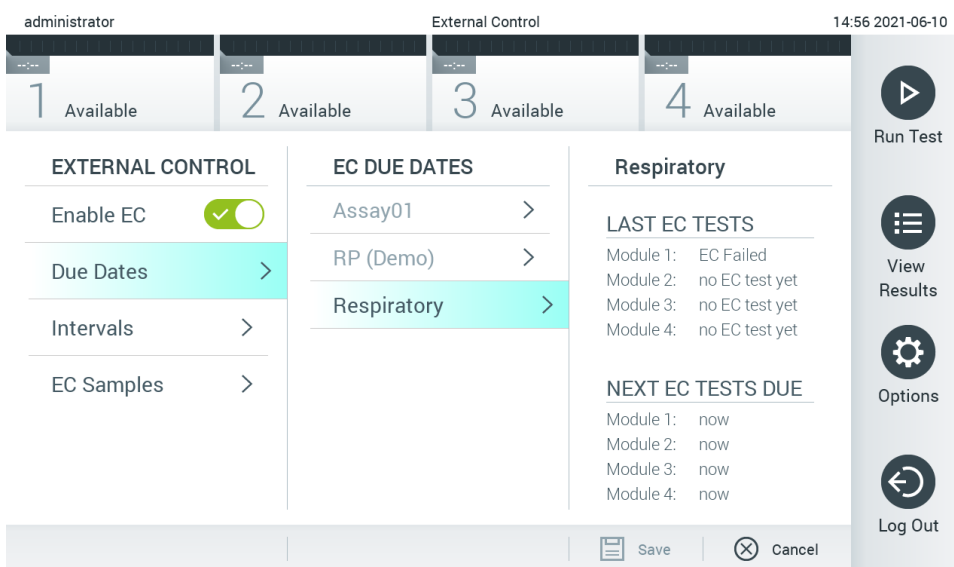

Figure 51. L'écran External Control Due Dates (Dates d'échéance du contrôle externe).
- Sélectionnez **Due Dates** (Dates d'échéance) et ensuite un dosage dans la liste pour voir quand le dernier test de contrôle externe a été effectué par dosage et module analytique et quand le prochain test de contrôle externe est dû (figure 51).